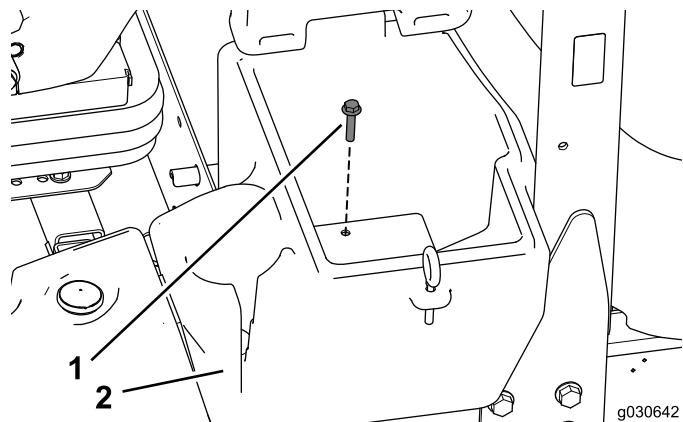

Figura 1
1. Retire e guarde o parafuso que prende o compartimento de armazenamento localizado no lado esquerdo da máquina (Figura 1).